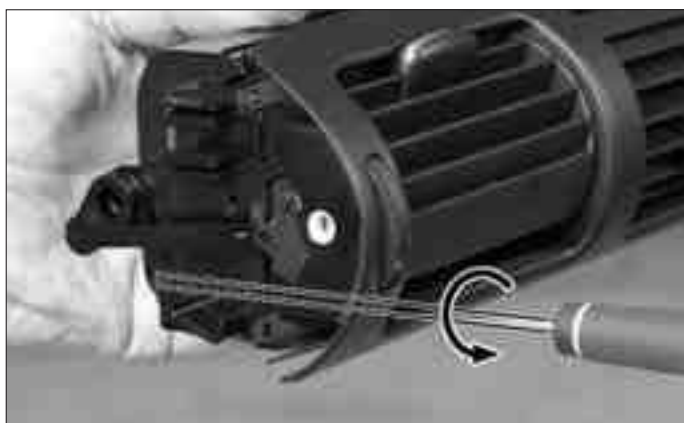

FIG. 25
- Desmontar el tornillo de fijación Torx T15 (fig. 25).